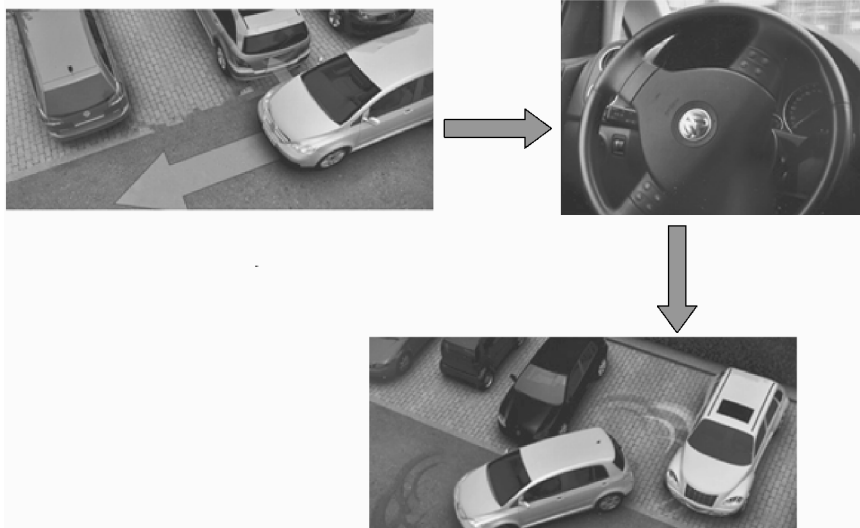

图 2-56 Park4U 系统工作过程
(1) 定义 Park4U 系统就是电子泊车系统,只需按一下“Park4U”键,即可启动泊车程序。
(2) 工作过程 如图 2-56 所示, Park4U 系统利用位于车身四周的多个超声波雷达来探测周围物体,当车辆的速度在 30km/h 以下,且距离路边车辆为 50 ~ 150cm 之间时,系统就会寻找合适的停车位。